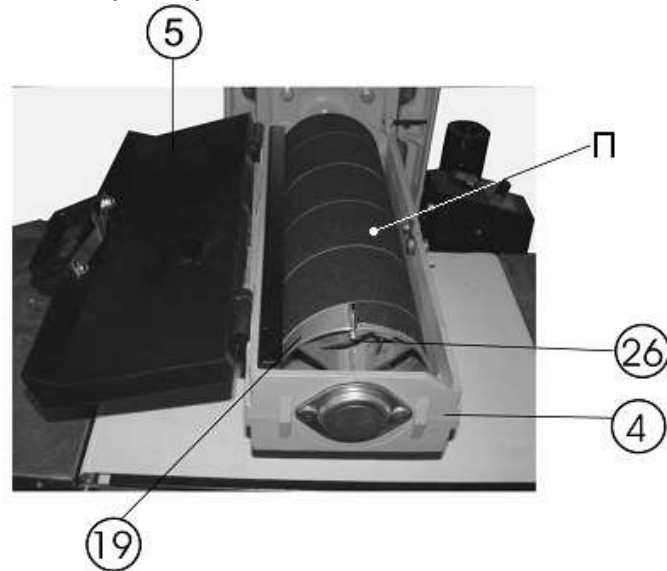

Рис. 9
12.2. Установка шлифовальной ленты (Рис. 9)